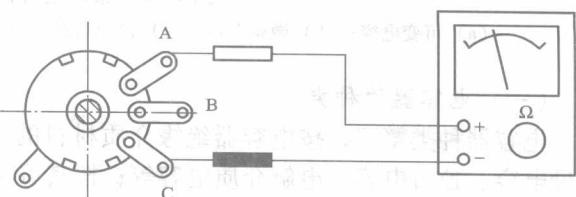

图 1-4 电位器阻值测量
(2) 电位器标称阻值的测量。测量方法如图 1-4 所示。首先将万用表拨至